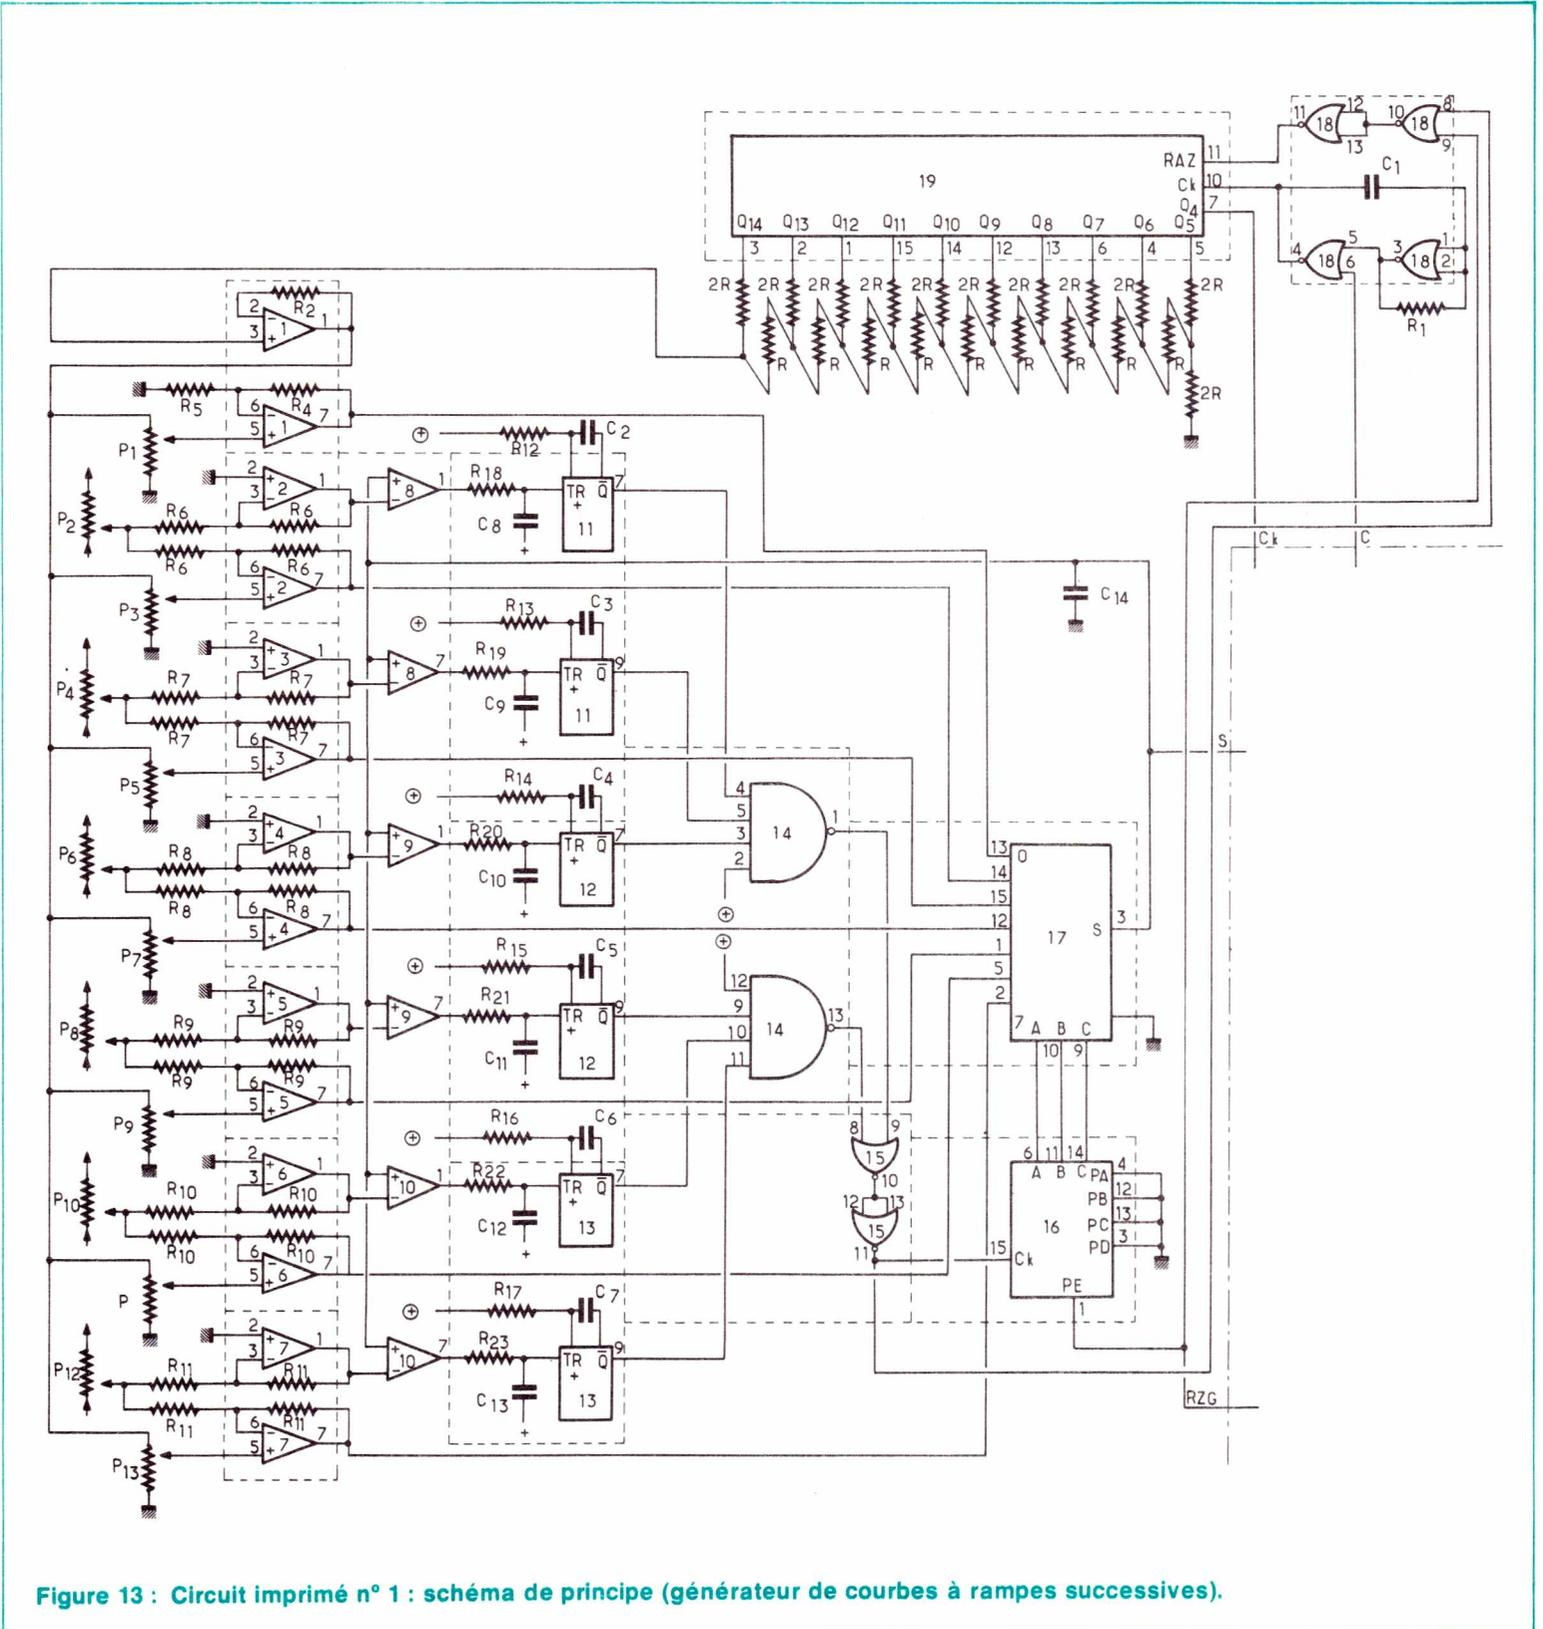
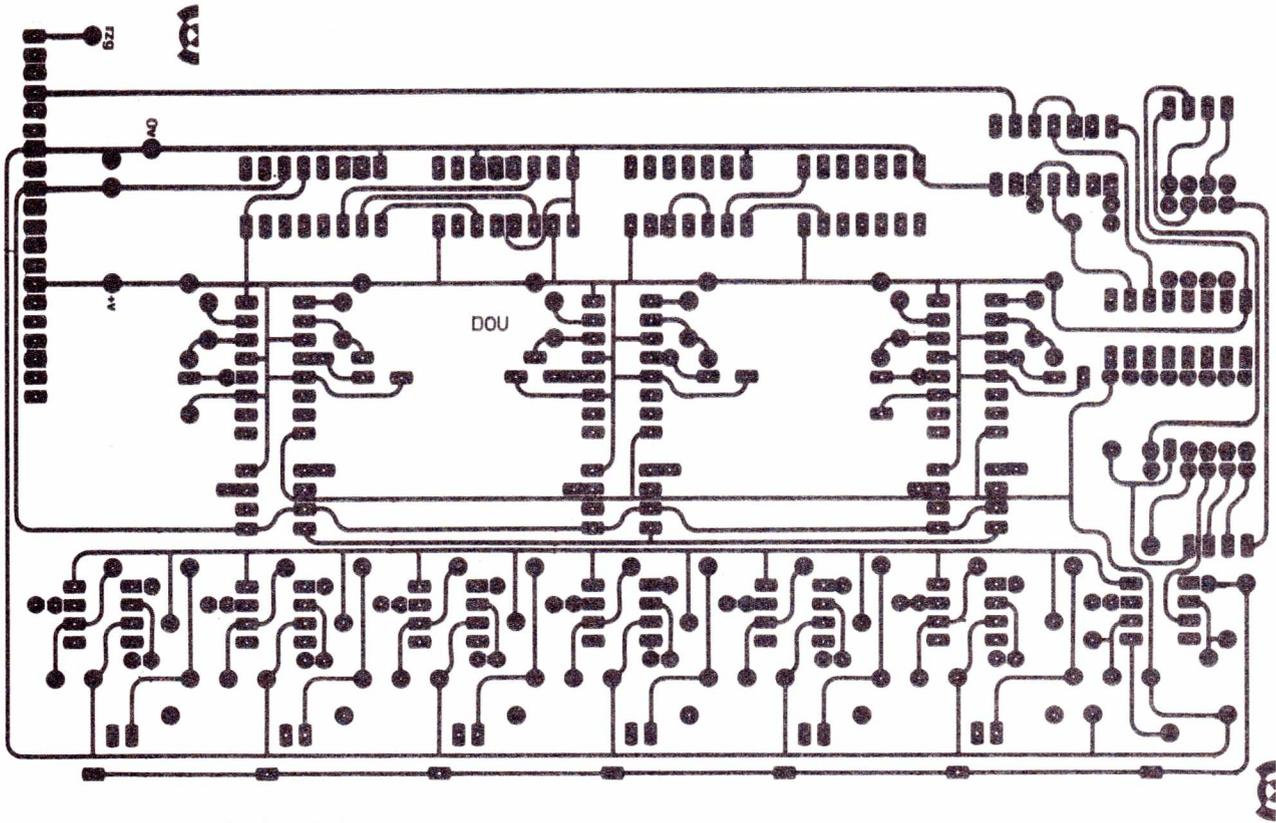
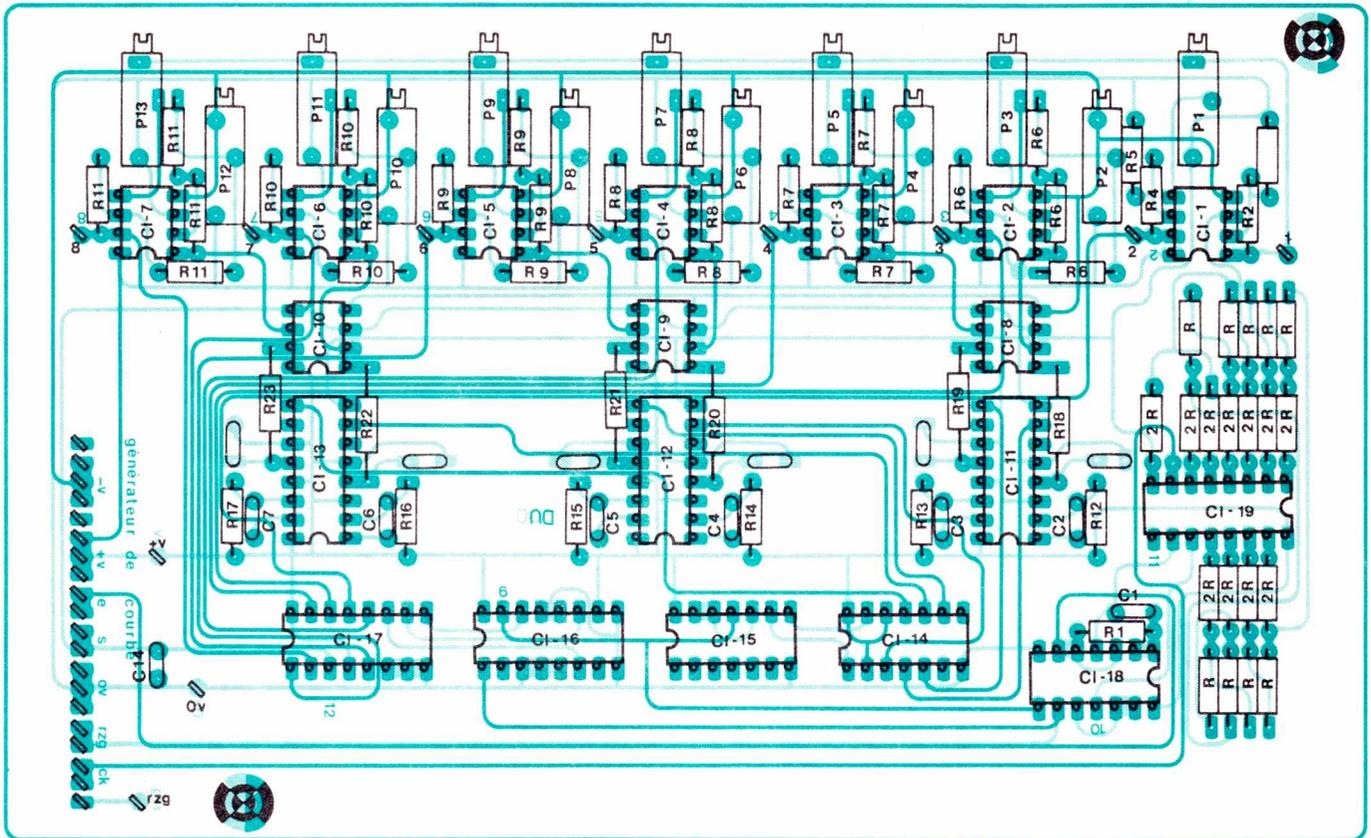
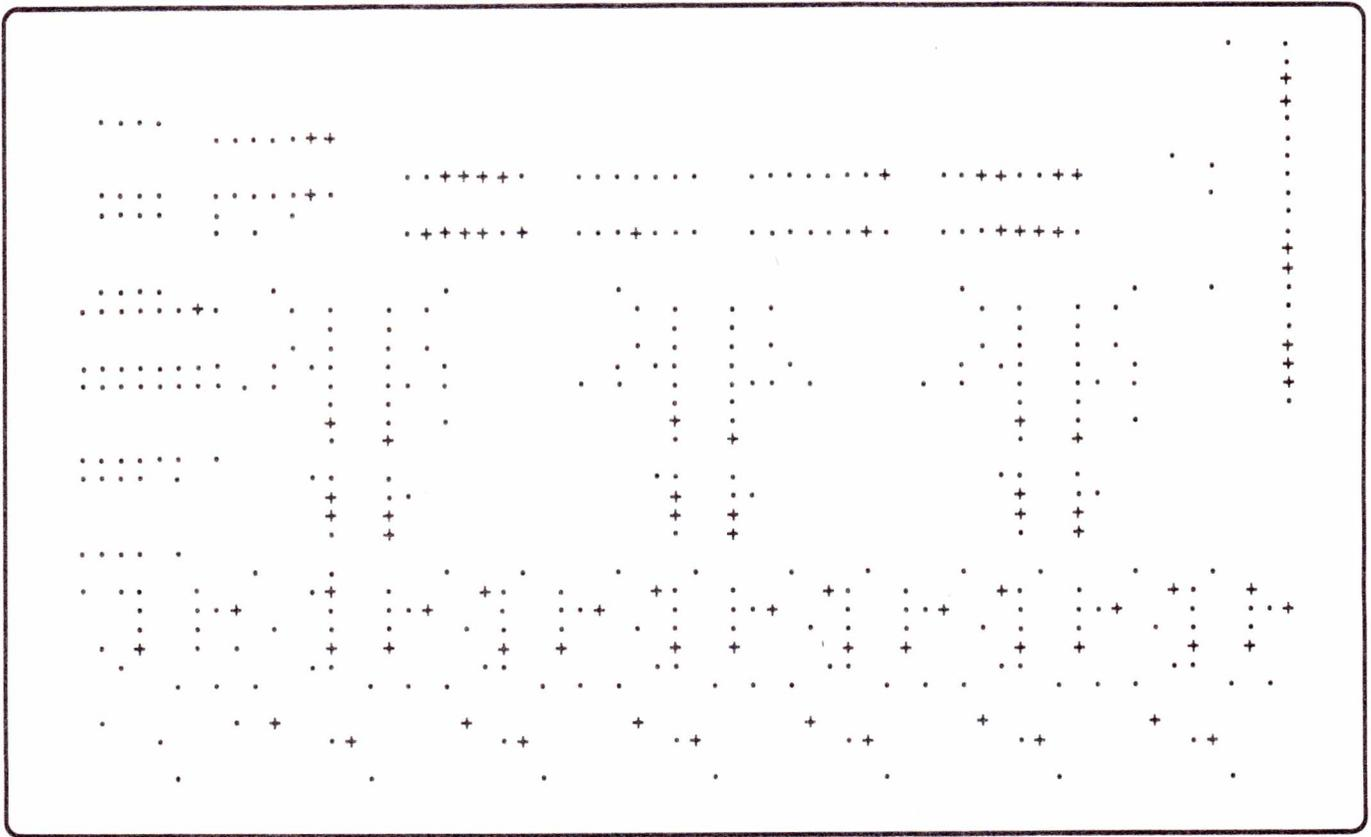

Figure 13 : Circuit imprimé n° 1 : schéma de principe (générateur de courbes à rampes successives).
Figure 14 : Circuit imprimé n° 1 côté soudures.
Figure 16 : Plan d'implantation du circuit n° 1.
Figure 17 : Plan de perçage du circuit 1 (+ liaison double face).
Il a été concrétisé dans un circuit imprimé double face, donné par les **figures 14 et 15** le marquage DU veut dire côté dessus, soit côté composants, et DOU veut dire dessous, soit côté soudure. La **figure 13** regroupe en un schéma unique tous les éléments décrits plus haut. La disposition des composants sur le circuit imprimé a été noté à la **figure 16** et le plan de perçage avec les points à souder côté composants est donné par la **figure 17**. Tous les composants utilisés pour ce générateur de courbe ont été faciles à trouver. Le prix de revient de ce circuit n° 1 est d'environ 300 F, mais attention à la réalisation car il faudra beaucoup de soins et suivre la méthode décrite ci-après pour éviter les embûches du câblage d'un circuit double face dont les trous ne sont pas métallisés.
dans son emplacement (MC 1458). Souder les broches du CI n° 1 du côté DU comme indiqué à la **figure 17** qui regroupe à la fois le plan de perçage et les points à souder côté DU présentés par une croix (X). Mettre à son emplacement marqué 1 sur le circuit imprimé une broche de mini wrapping qui sera soudée des deux côtés du circuit imprimé (faire de même pour les points de test de 2 à 8). Au point de test n° 1 placer la sonde de l'oscilloscope et vérifier que l'on a l'image donnée par la **photo 5**. La **photo 6**